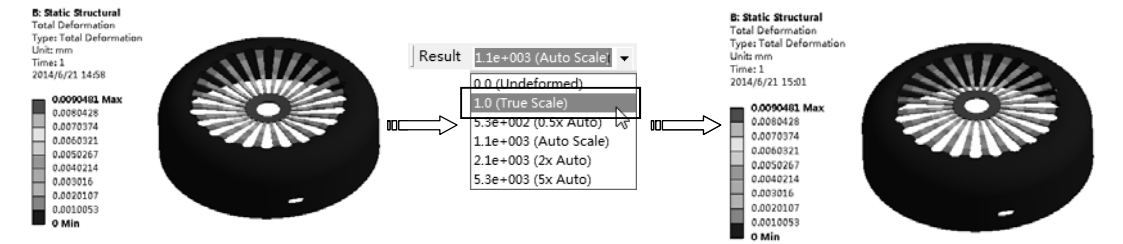

图 9-18 变形云图
2) 变形云图。在【Outline (分析树)】中选择【Solution (B6)】节点，单击其下的【Total Deformation】项 ，在图形窗口显示出变形云图。选择【Result】工具栏上的【1.0 (True Scale)】项，可真实显示变形云图，如图 9-18 所示。